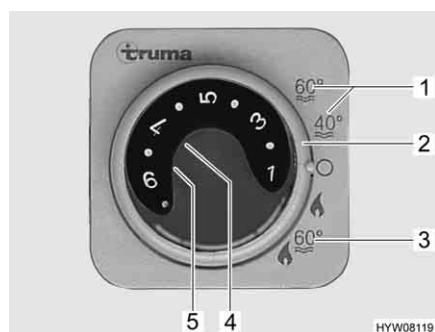

Fig. 79 Centralina di controllo per riscaldamento/boiler
Il boiler è integrato nel riscaldamento e funziona a gas (funzionamento a gas) o a gas o a corrente (funzionamento a gas e funzionamento elettrico a 230 V). Il boiler si accende dalla centralina di controllo (Fig. 79) con l'interruttore girevole (Fig. 79,2). Sul selettore di energia (Fig. 83) viene preselezionato il tipo di energia (funzionamento a gas e elettrico a 230 V).
Durante il funzionamento invernale "Riscaldamento e boiler" (Fig. 79,3), accendendo il riscaldamento è riscaldata automaticamente anche l'acqua nel boiler. Quando il riscaldamento si spegne al raggiungimento della temperatura ambiente desiderata, il boiler continua a riscaldare l'acqua, fino a quando questa raggiunge la temperatura impostata.
Durante il funzionamento estivo (Fig. 79,1) l'acqua è riscaldata soltanto nel boiler fino a 40 °C o 60 °C. L'acqua si riscalda a 60 °C in ca. 25 minuti. La spia di controllo gialla (Fig. 79,5) si accende durante la fase di riscaldamento del boiler.
L'alimentazione di tensione per il boiler non può essere interrotta interrompendo l'alimentazione a 12 V sul pannello di controllo. A seconda del modello, in caso di guasto si accende la spia rossa di controllo (Fig. 79,4) sulla centralina di controllo (vedi capitolo 14).
- Sulla centralina di controllo (Fig. 79) posizionare l'interruttore girevole (Fig. 79,2) su "Funzionamento estivo" (Fig. 79,1).
La spia gialla di controllo (Fig. 79,5) si accende durante la fase di riscaldamento. Al raggiungimento della temperatura dell'acqua desiderata, la fase di riscaldamento termina e la spia gialla di controllo si spegne.
- Sulla centralina di controllo (Fig. 79) posizionare l'interruttore girevole (Fig. 79,2) su "O".
La combinazione funzionamento a gas e funzionamento elettrico a 230 V diminuisce il tempo di riscaldamento del boiler (è possibile solo se il boiler viene impostato sulla centralina di controllo (Fig. 79) su funzionamento invernale).